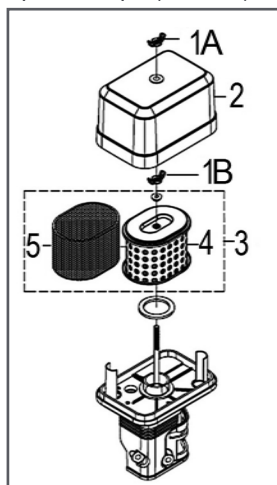

Рис. 21 Обслуживание воздушного фильтра PC6337F
1. Открутите барашковую гайку 1А и снимите крышку 2 воздушного фильтра (Рис. 21).
2. Открутите барашковую гайку 1В и извлеките из корпуса воздушный фильтр 3 в сборе (Рис. 21).
3. Проверьте целостность и чистоту фильтрующих элементов. Поролоновый (предварительный) фильтрующий элемент 5 установлен на корпусе бумажного фильтрующего элемента 4 (Рис. 21).
4. При незначительном загрязнении промойте поролоновый фильтрующий элемент 5 (Рис. 21) теплым мыльным раствором и просушите. Поврежденный или сильно загрязненный поролоновый фильтрующий элемент замените.